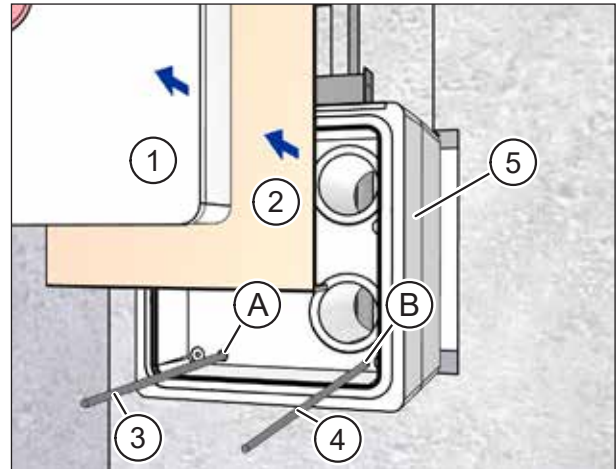

Abb. 17: Mauerkasten einsetzen
- ▶ Entfernen Sie den Putzschutzdeckel (Pos. 1 in Abb. 17) vom Mauerkasten (Pos. 5 in Abb. 17).
- ▶ Entfernen Sie die Kartoneinlage (Pos. 2 in Abb. 17) vom Mauerkasten (Pos. 5 in Abb. 17).
- ▶ Fädeln Sie das Netzkabel (Pos. 3 in Abb. 17) durch den Kabeleinlass A (Pos. A in Abb. 17) im Mauerkasten.
- ▶ Durchstoßen Sie ggf. mit einem Schraubendreher den verschlossenen Kabeleinlass B (Pos. B in Abb. 17).
- ▶ Fädeln Sie ggf. das Steuerkabel (Pos. 4 in Abb. 17) durch den Kabeleinlass B (Pos. B in Abb. 17) im Mauerkasten.
- ▶ Schieben Sie den Mauerkasten (Pos. 5 in Abb. 17) vollständig in den Mauerdurchbruch.